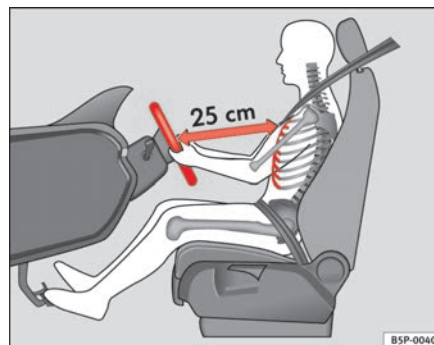

Fig. 133 Posizione corretta sul sedile di guida
- Posizionare il volante nel modo desiderato ⇒ fig. 133.
- Regolare il sedile del conducente o la posizione del volante in modo tale che la distanza tra il volante stesso e lo sterno del conducente sia di almeno 25 cm ⇒ **pag. 166, fig. 133**. Se la distanza minima non viene rispettata, l'efficacia del sistema degli airbag si riduce, con gravi rischi per l'incolumità delle persone (non escluso quello di morte).